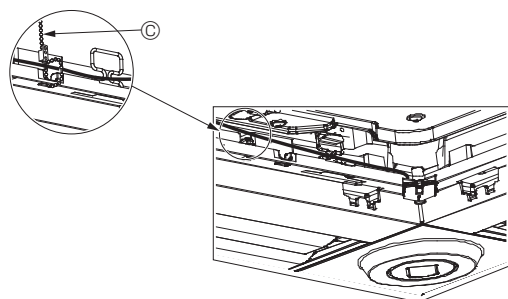

Fig. 10-12
- Fixez les fils du capteur i-See et du récepteur de signal au panneau à l'aide des fixations, comme indiqué sur le schéma, de sorte qu'il n'y ait pas de mou au niveau des fils, puis coupez le fil qui dépasse aux extrémités de la fixation. (Fig. 10-12)
- Si la position du capteur i-See a été permutée de la position "○" (E) à la position "□" (F), changez le réglage des fonctions. (Voir page 30.)